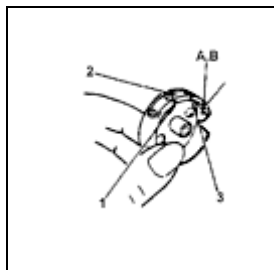
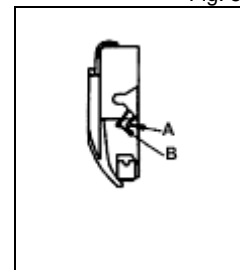

Fig. 6
Fig. 7
Puxe o fio no rasgo (1) e sob a mola de tensão (2) e no rasgo (3) conforme indicado na Fig. 6. Em seguida passe o fio no furo de saída (A ou B), conforme indicado na Fig. 6. Utilize o olho de saída (A) para costurar material leve, conforme indicado na Fig. 7. Utilize o furo de saída (B) para costurar material de peso médio.